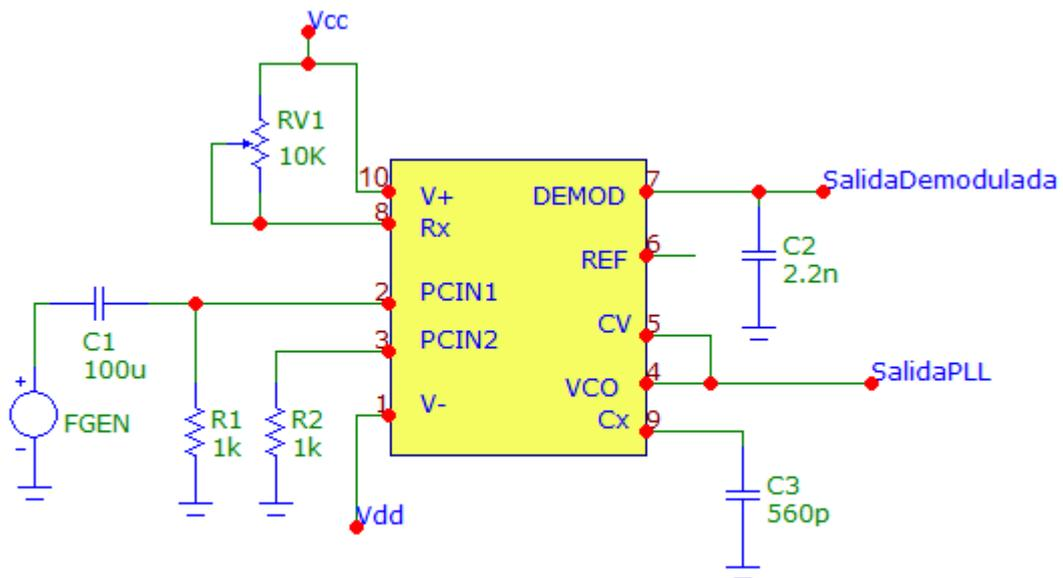

Figura 9.2. Demodulador PLL de FM.
3. Arme el circuito mostrado en la figura 9.2, aliméntelo con  $\pm 9V_{cd}$  y sin conectar la salida FGEN, ajuste R3 para que en el pin 4, tenga una salida con  $f_o=100KHz$ .